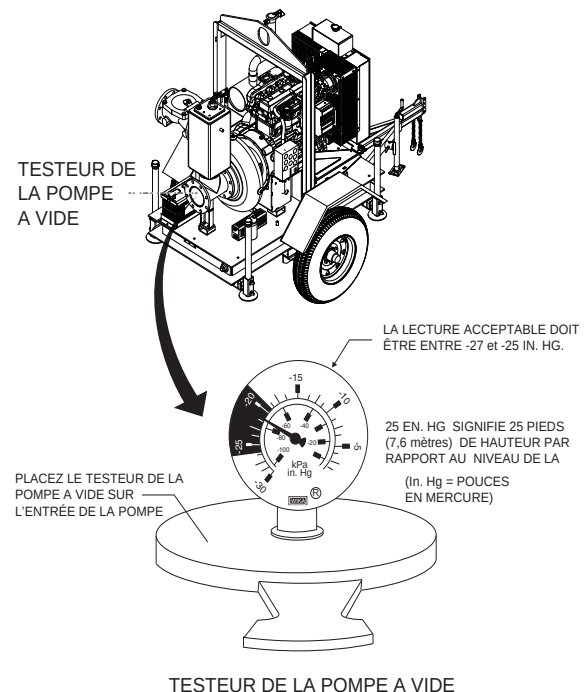

Figure 38. Test de pression à vide à sec de la pompe
3. Bloquez l'aspiration avec un bouchon ou un rabat de caoutchouc épais comme montré à la Figure 38. Un manomètre précis doit être installé dans la prise ou dans le rabat pour vérifier les performances du système à vide et de la jauge à vide de la pompe.